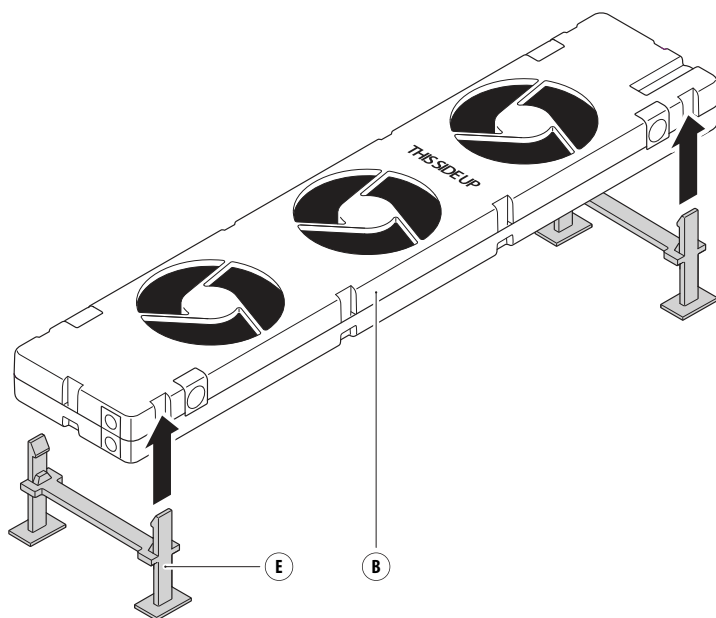

Fig. 8 - Fixation d'un pied (E1 ou E2).
1. Fixez les **pieds** (E1, E2) au **SpeedComfort** (B1) en les clipsant dans les **fentes** (b3, b4) (voir fig. 8).